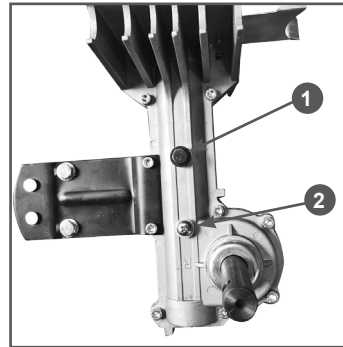

Рис. 22 Замена масла в корпусе редуктора
4. Очистите корпус редуктора вокруг пробок заливного 1 и контрольного 2 отверстий (Рис. 22).
5. Открутите пробку 1 заливного отверстия и пробку 2 отверстия для контроля уровня масла в корпусе редуктора (Рис. 22).
8. С помощью специального шприца или масленки через заливное отверстие 1 заливаете в корпус редуктора масло до тех пор, пока оно не начнет вытекать из контрольного отверстия 2 (Рис. 22).
9. Закрутите на место пробки контрольного 2 и заливного 1 отверстий (Рис. 22).